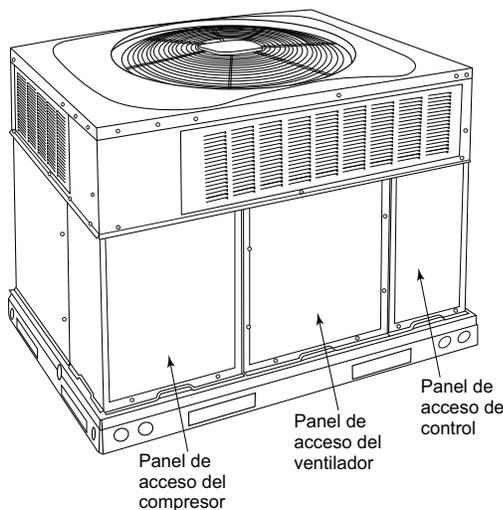

Fig. 18 – Paneles de acceso de la unidad
- a. Quite el panel de acceso del ventilador (consulte la Fig. 18).
- g. Vuelva a instalar el panel de acceso del ventilador (consulte la Fig. 18).
1. Quite el panel de acceso del control (consulte la Fig. 18).
Quite el panel de acceso del ventilador (consulte la Fig. 18). El interruptor limitador está ubicado en la partición del ventilador.
3. Quite el panel de acceso del control (consulte la Fig. 18).
Quite los paneles de acceso (consulte la Fig. 18) para localizar todos los controles eléctricos y el cableado. Compruebe que todas las conexiones eléctricas estén apretadas. Apriete todas las conexiones con tornillos. Si se observan conexiones descoloridas o quemadas, desarme la conexión,
Después de inspeccionar los controles eléctricos y el cableado, reemplace los paneles de acceso (consulte la Fig. 18). Arranque la unidad y observe al menos un ciclo completo de calentamiento y un ciclo completo de enfriamiento para garantizar el correcto funcionamiento. Si observa discrepancias en cualquier ciclo de funcionamiento o si sospecha que se produjo un mal funcionamiento, revise cada componente eléctrico con los instrumentos eléctricos apropiados. Consulte la etiqueta de cableado de la unidad cuando realice estas revisiones.